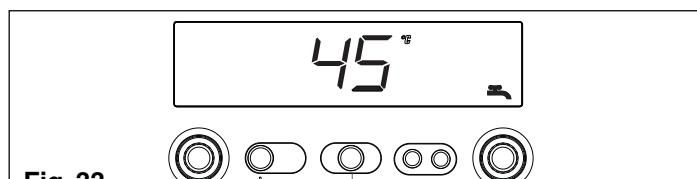

Fig. 33
**Info 4** affiche la température de l'eau sanitaire configurée (fig. 33).